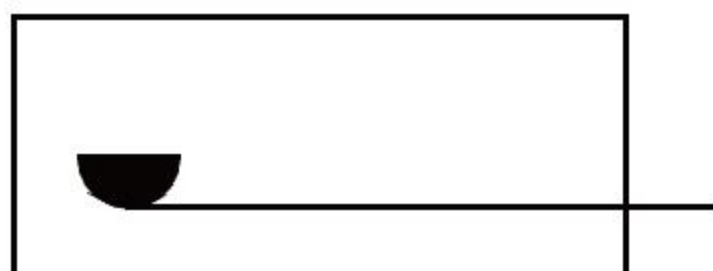

图4-48 打开素材
**01** 单击快速访问工具栏中的【打开】按钮，打开本书配备资源中的“素材\第4章\4-5 路径阵列加湿器.dwg”文件，如图4-48所示。